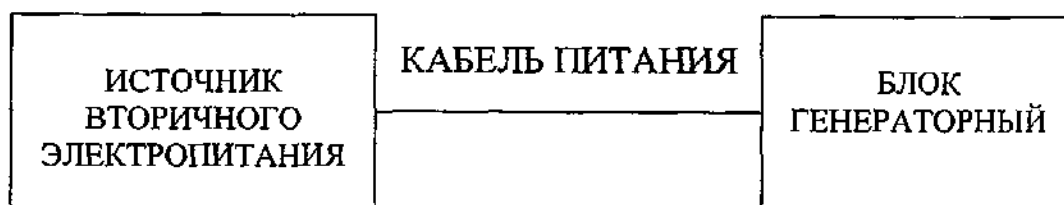

Рис. 2. Блок схема аппарата.
1.4.3 Основными составными частями аппарата КАМЕРТОН (рис. 2), являются: блок генераторный, источник вторичного электропитания с кабелем питания.